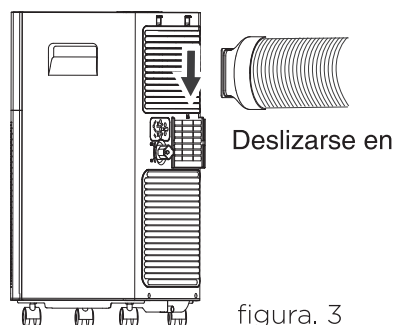

figura. 3
- d. Instale la entrada de la manguera en la ranura en la parte posterior de la unidad y extienda la manguera de escape. (ver figura. 3)